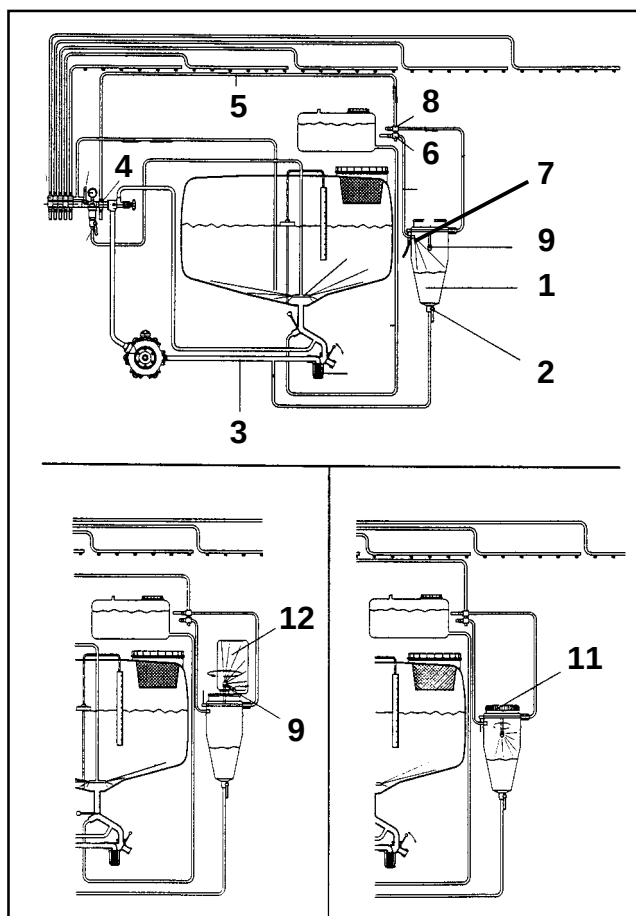

Fig. 10.19
- Enkelthanen (fig. 10.19/6) lukkes.
- Målebeholderen suges tom. Målebeholderen skylles endnu engang med beholderskylledysen (fig. 10.19/9).
Når målebeholderen skal skylles, skal dækslet (fig. 10.19/ 11) lukkes.
- Luk envejshanen (fig. 10.19/ 2 og fig. 10.19/ 4) når beholderen er tom.
- Beholderskylledysen svinges op og låses fast. Sprøjtemiddeldunken (fig. 10.19/ 12) sættes over studsene på beholderskylledysen og der lukkes op for envejshanerne (fig. 10.19/ 4 og 10.19/ 8). Beholderen skal mindst skylles ud i 30 sek. Det opsamlende sprøjtemiddel suges op.